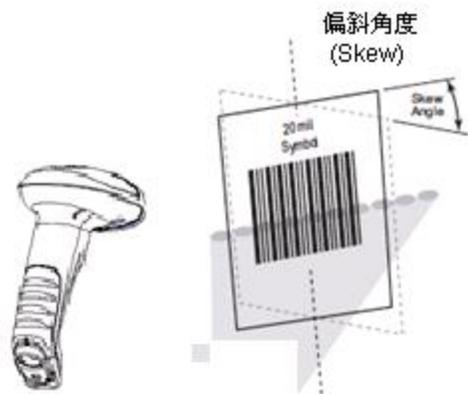

图 1-14
- ◇ 偏转角度(Skew)： $\pm 75^\circ$ ；测试条件为 0° 旋转角及 0° 倾斜角（见图 1-14）。